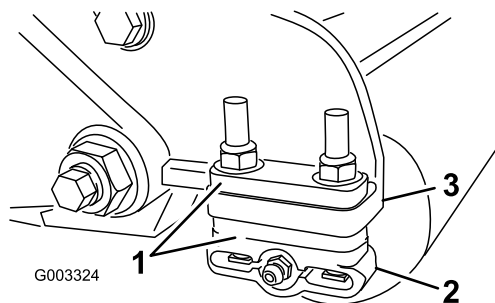

Figure 20
1. Réglez les supports du rouleau arrière (Figure 20) à la plage de hauteur de coupe voulue en positionnant le nombre correct d'entretoises sous le rebord de la plaque latérale (Figure 20) en vous reportant au tableau des hauteurs de coupe.